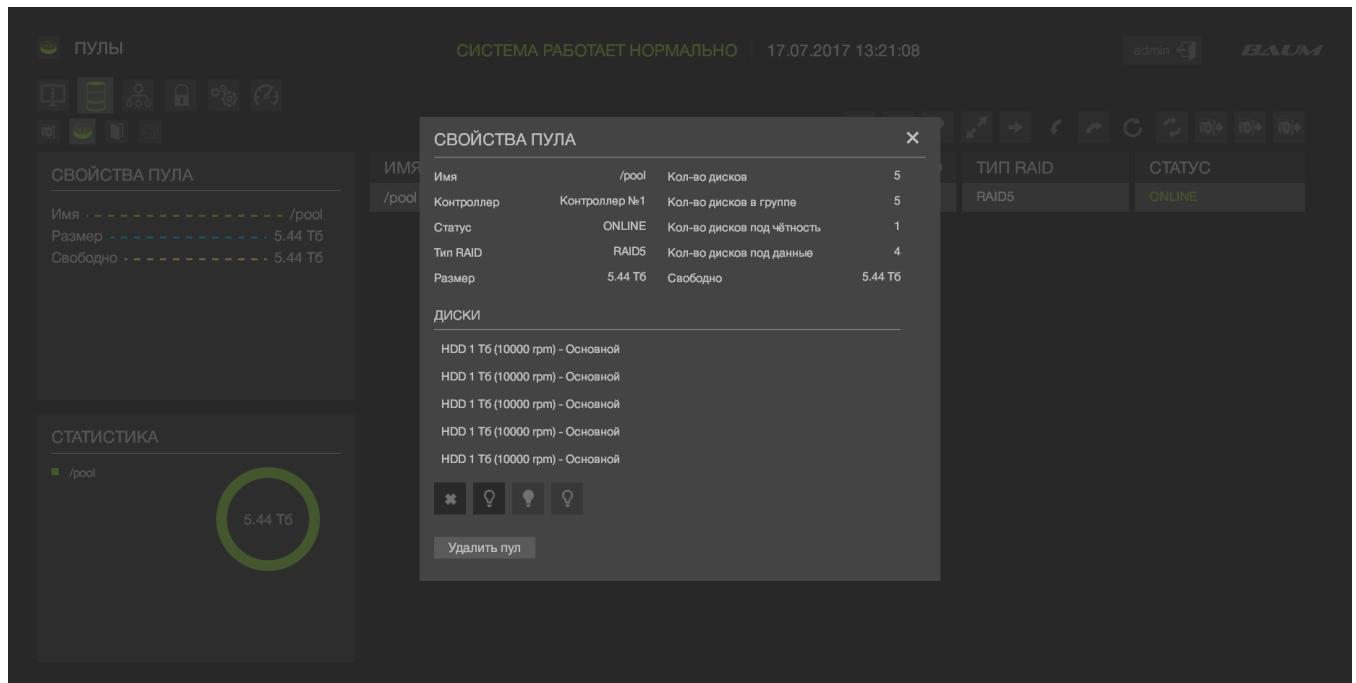

Рисунок 45 – Информация о массиве
2) В окне «Пулы» расположена таблица с информацией о пулах. Выбрать строку одного из пулов, нажать на кнопку «Свойства» в окне «Действия».(см. Рисунок 45).